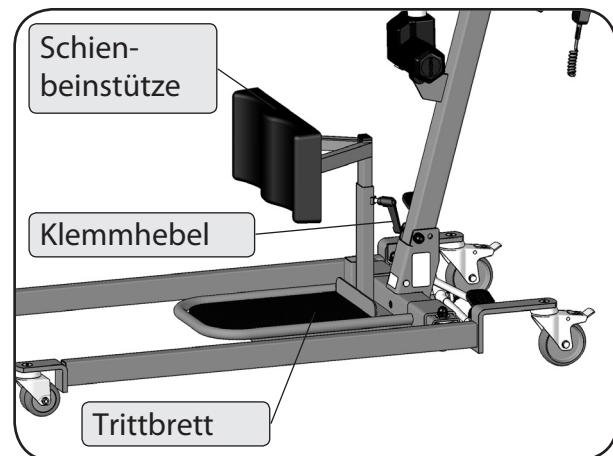

Abbildung 32
19. Setzen Sie das Trittbrett auf das Querrohr des Fahrwerks auf (Abbildung 32).
20. Stecken Sie die Schienbeinstütze in das Aufnahmerohr am Trittbrett ein und fixieren Sie sie mit dem Klemmhebel in der entsprechenden Höhe (Abbildung 32). Die Oberkante der Schienbeinstütze muss ca. 1 bis 2 cm unterhalb der Kniescheibe des Patienten liegen.
Hängen Sie die Gurtschlaufen niemals an die Rändelmuttern oder die Sterngriffschrauben (Abbildung 31 und Abbildung 32)!